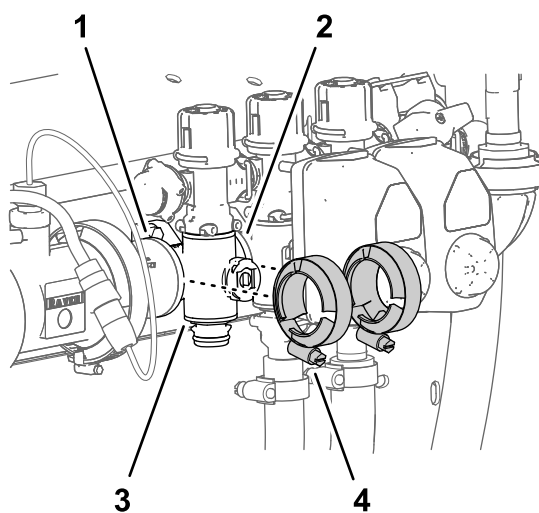

Рисунок 117
3. Снимите 2 фланцевых хомута, которые крепят коллекторный клапан секции к фланцам соседних компонентов (Рисунок 117).